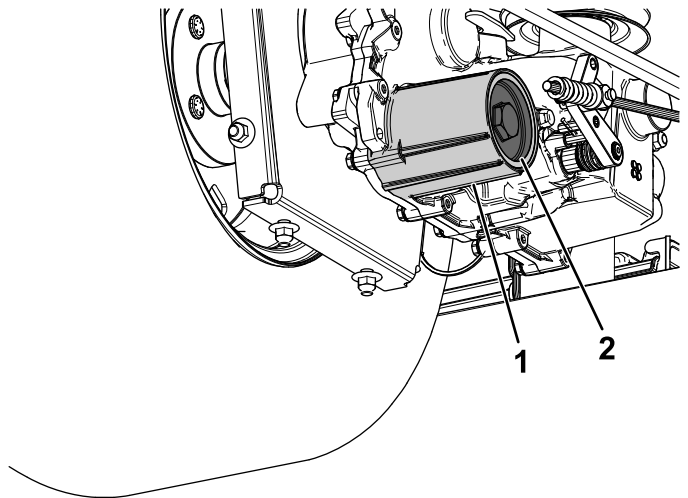

Figura 92
7. Retire la tapa del filtro de fluido hidráulico del transeje para vaciar el fluido (Figura 92).